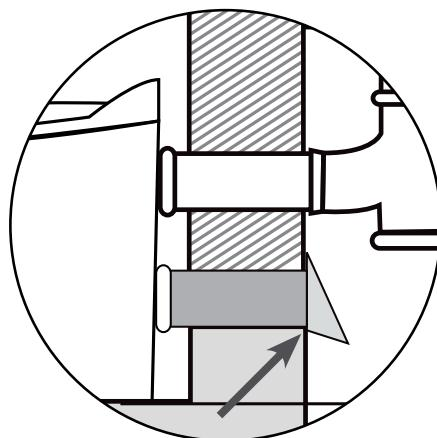

fig. 4
4. Ställ toaletten på avsedd plats. Skjut in det korta röret utifrån tills det bottnar [ca 40 mm] i toalettens anslutning. Kapa röret på utsidan jäms med fasaden, se fig. 4.